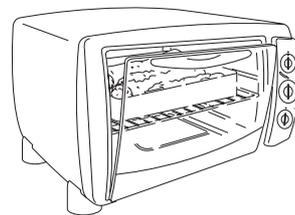

Abb. 3
Falls die bereits gegarten Speisen nur gratiniert werden sollen, stellen Sie das Blech direkt über den auf der mittleren Schiene (2) eingeschobenen Rost; die Tür sollte wie in Abbildung 3 dargestellt nicht ganz geschlossen werden. Bei abgeschlossenem Back- bzw. Bratvorgang ertönt ein Signalton; falls Sie das Grillgut vor Ablauf der eingestellten Zeit aus dem Ofen nehmen sollten, stellen Sie bitte den EIN/AUS-Schalter und Timer (G) von Hand auf „0“.